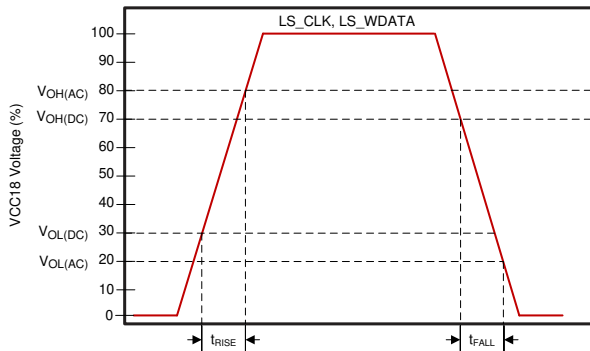
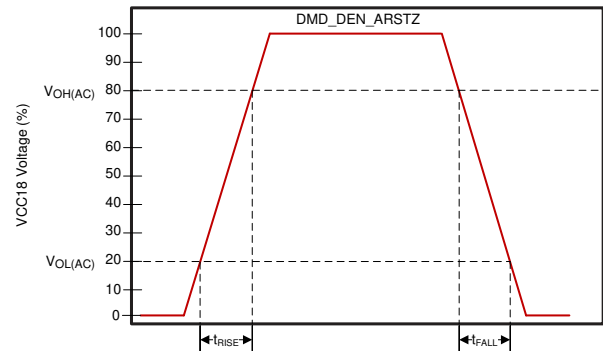

図 5-3. LS_CLK と LS_WDATA のスルーレート
図 5-4. DMD_DEN_ARSTZ スルーレート
- DMD_LS_CLK と DMD_LS_WDATA の立ち上がり / 立ち下がり時間については、図 5-3 を参照してください。DMD_DEN_ARSTZ の立ち上がり / 立ち下がり時間については、図 5-4 を参照してください。